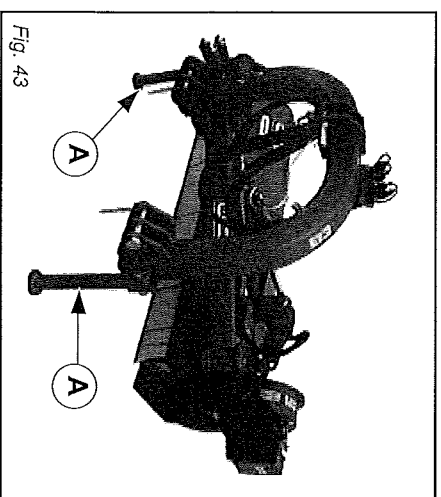

Fig. 43
- 2) Abbassare i piedini d'appoggio e renderli sicuri con perno e spinotto a scatto. (A Fig. 43).
- 2) Verlaag de steunvoeten en bevestig ze met de pin en veerpen (A Fig. 43).
- 2) Sænk støttrødderne og fastgør dem med tappen og låsesiften (A fig. 43).
- 2) Sänk stödfötterna och blockera dem genom att föra in tappen och säkra med låspinnen (A fig. 43).